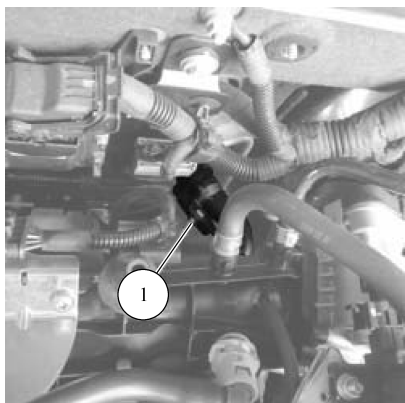

图 4-14 断开冷却液水管的插接器
- 31) 断开冷却液供水管和回水管的快速插接器 1 (加热器侧), 如图 4-14 所示。